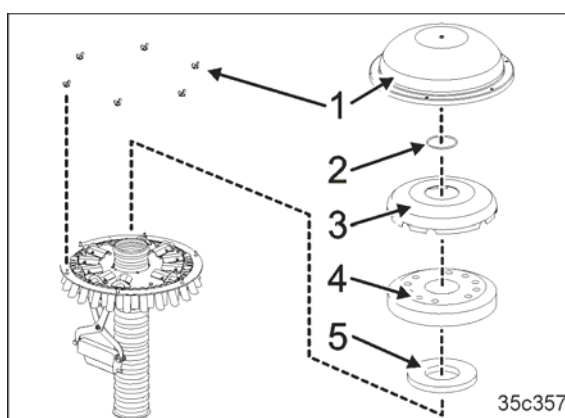

Bild 193
6. Demontera fördelarens yttre kåpa (Bild 193/1).
7. Demontera ringen (Bild 193/2).
8. Demontera fördelarens inre kåpa (Bild 193/3).
9. Demontera plastinsatsen (Bild 193/4) och tätningsringen (Bild 193/5).